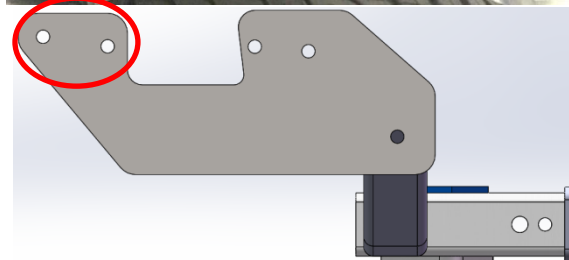

Figure 3
- Installation de l'attelage – Soulever l'attelage et poser lâchement les boulons M12 ① et les rondelles coniques ② à travers les deux (2) trous avant du support d'attelage jusqu'aux écrous soudés du cadre, de chaque côté, voir Figure 3.